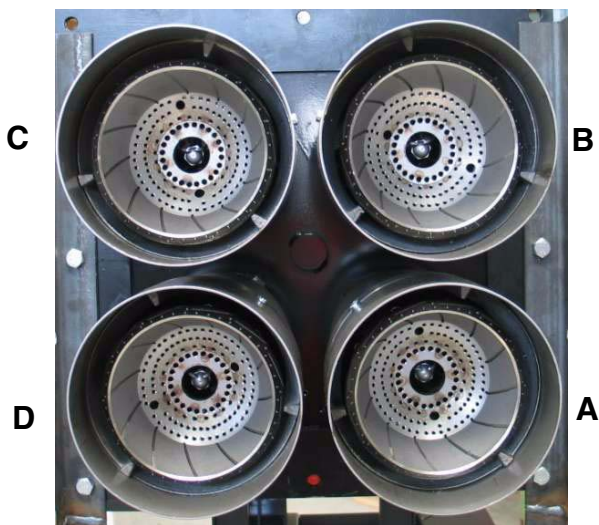

Рис. 31
- Проверить и аккуратно почистить фотоэлемент UV улавливания пламени и, если необходимо, заменить его. В случае возникновения сомнения, проверить контрольный контур, после того, как горелка будет вновь запущена, согласно схеме на Рис. 31 - Рис. 32;
Голова сгорания состоит из четырех голов: одна из них оснащена фотозлементом Siemens QRA, подсоединенным к электронному блоку контроля пламени Siemens LFL (Рис. 31-Рис. 32-A), в то время, как три оставшиеся головы оснащены фотозлементом модели Krom-Schroeder UVS5, подсоединенными к улавливателям пламени Krom-Schroeder IFW15 (Рис. 31-Рис. 32-B,C,D).